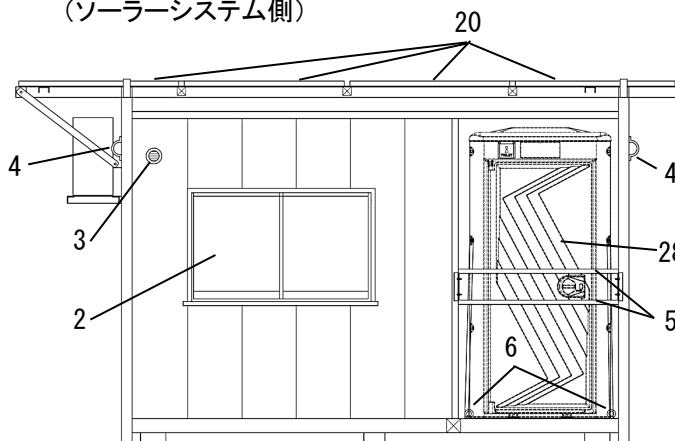

Fig. 1-5 前面(窓側)
- ❗ トラックの荷台に固定する際、「Fig.1-5」を参照して、4 隅にある固定用金具を使用し、ラチェットバックル式両端フック付きのラッシングベルトにて緩みなく固定してください。